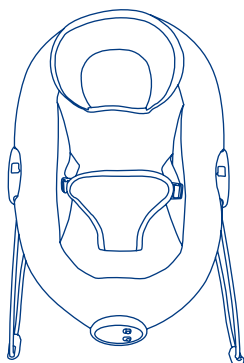

Fig. 13
- 13) • Unfasten the fabric loop on the back of the headrest. Insert the loose end of the loop on the back of the headrest through the loop on the seat pad. Secure the headrest to the seat pad by fastening the fabric loop on the back of the headrest. (Fig. 13)
apoyacabeza a la almohadilla del asiento abrochando el lazo de tela a la parte trasera del apoyacabeza. (Fig. 13)
- Défaites la boucle en tissu au dos de l'appui-tête. Insérez l'extrémité libre de la boucle au dos de l'appui-tête à travers la boucle sur le coussin de siège. Fixez l'appui-tête au coussin de siège en attachant la boucle en tissu au dos de l'appui-tête. (Fig. 13)